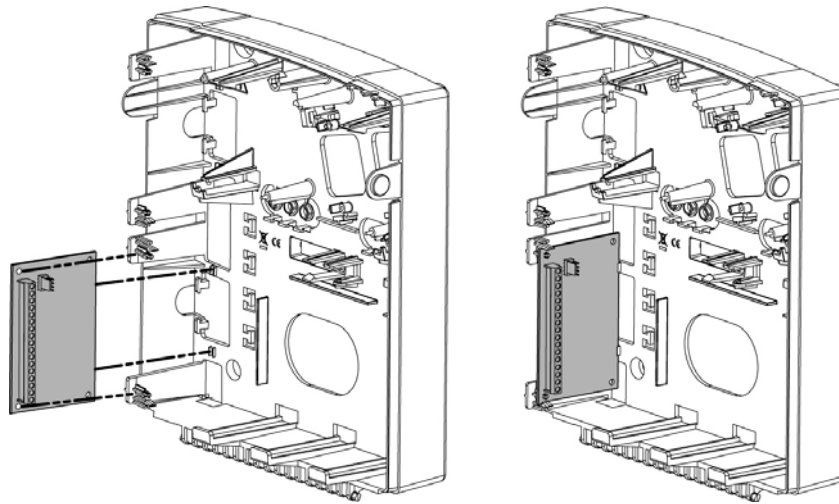

Figura 3-3: Ubicación del expansor de zona dentro de la caja LightSYS
4. Monte los módulos de expansión de salida de utilidad en el gabinete del panel principal, en función de la disponibilidad de espacio o en un gabinete separado (véase la Figura 3-3).